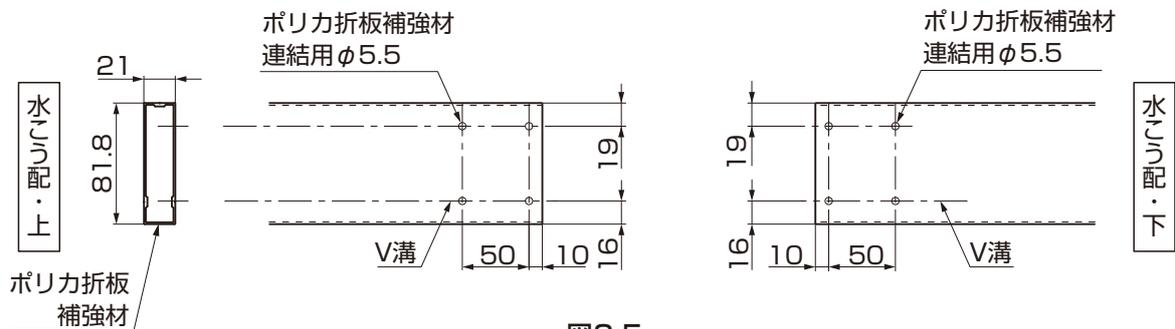

図3-5
- ①ポリカ折板補強材の連結部にポリカ折板補強材連結用の穴加工をしてください。(図3-5参照)